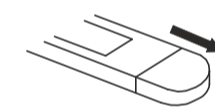

Рисунок 3.
2. Сдвиньте крышку отсека батареи вниз, как показано на рис.3.